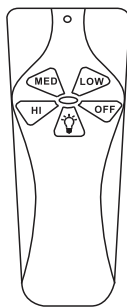

FIGURA 5
- Botones HI, MED, LOW (figura 5):**
- Botón OFF (figura 5):**
- Botón (figura 5):**